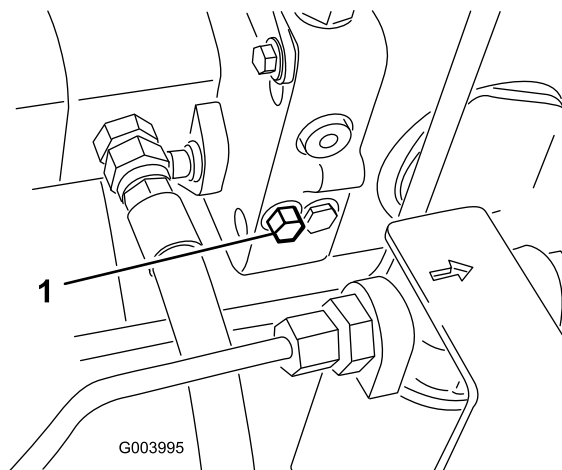

Figura 41
1. Rode o parafuso da válvula de derivação 1-1/2 voltas para abrir para permitir a passagem do óleo internamente (Figura 41).